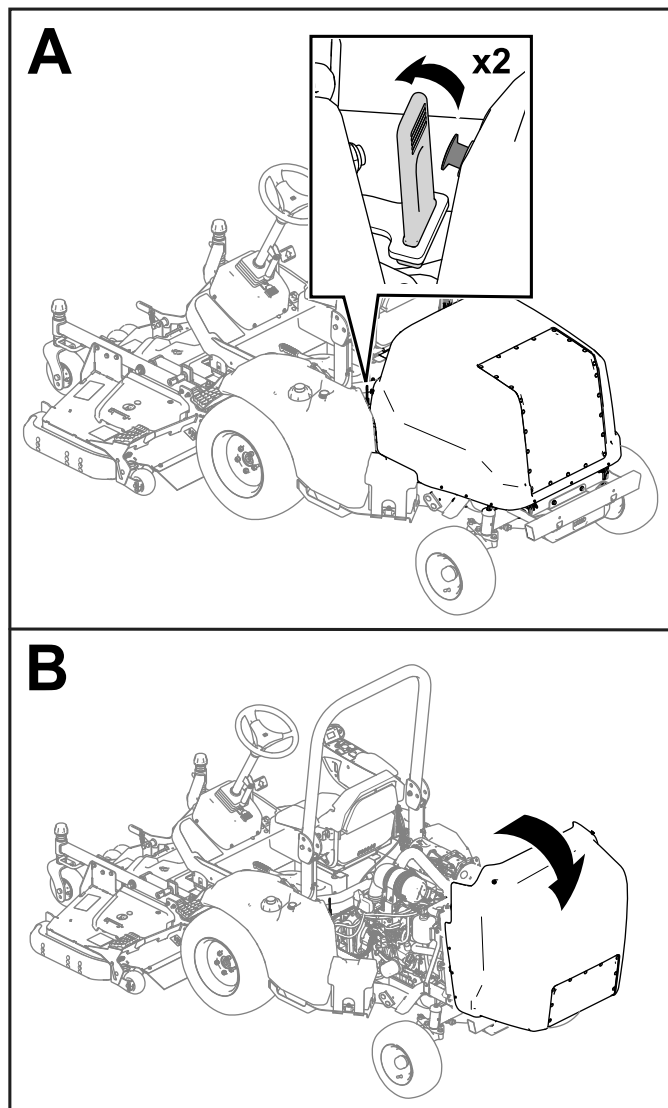

Figura 42
1. Rilasciate le cinghie su ciascun lato della macchina (Figura 42).
2. Sollevare il cofano (Figura 42).